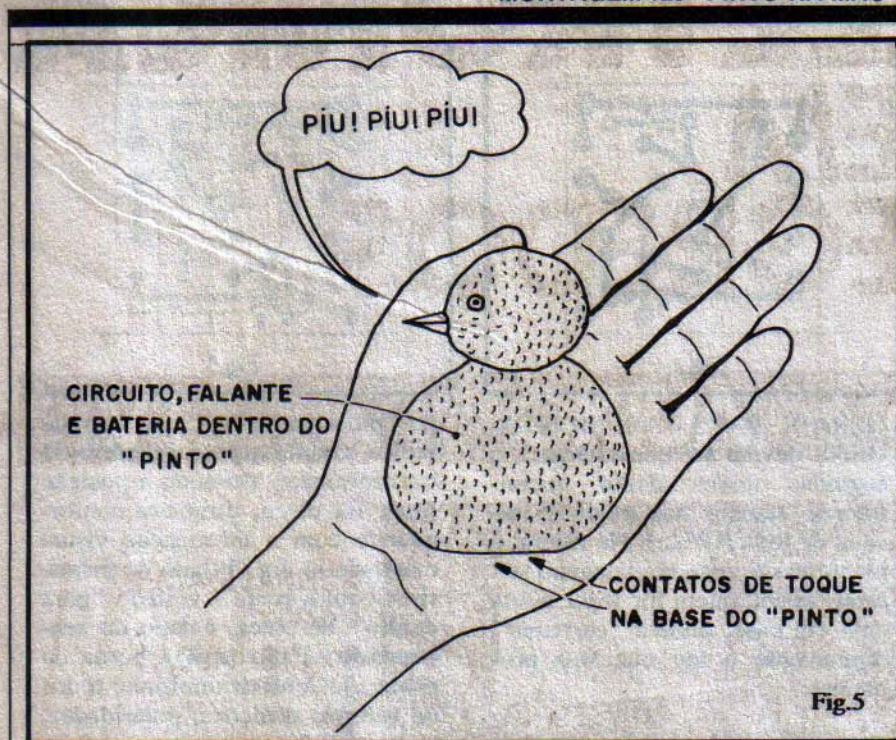

Fig.5
- **FIG. 5** - Conforme foi dito no início, por motivos óbvios, fica muito melhor o seu PINTO se ele tiver... cara de PINTO! Assim, é pôr para trabalhar seus dotes de artesão, construindo um bonequinho (pelúcia amarela é um bom material...), colocando olhos, bicos, etc., de forma que o conjunto possa abrigar o circuito, falante e bateria (com um pouco de jeito e capricho, a coisa ficará pouco maior do que um PINTO "normal", embora, segundos os especialistas no assunto, não exista um tamanho **padrão** para os pintos...). Os contatos de toque deverão ser fixados na base do PINTO, de modo que, ao colocá-lo na mão (como na figura) sejam "curto-circuitados" pela pele do "segurador", ocasionando o funcionamento do circuito!
um pouco mais fraco... Para finalizar (reportando-nos à fig. 5), o Leitor/Hobbysta não deve se preocupar se o seu PINTO não ficou muito bonito... Segundo o andrologista de plantão aqui em APE, o importante **mesmo** é que o PINTO **funcione!** O resto é detalhe...